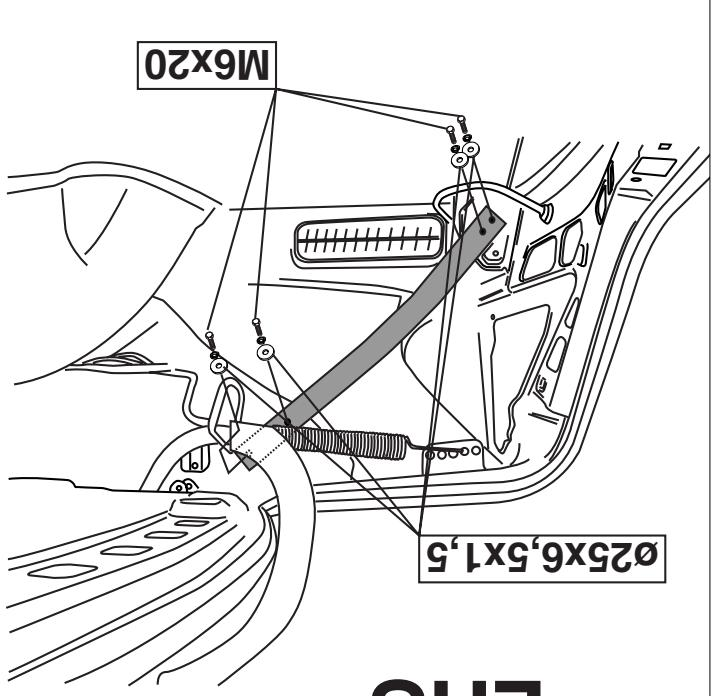

Fig. 1
3. Monteer de steunen G en H. Zie fig. 1.
Als de meegeleverde verstevigingsbeugels, (zie fig. 1), niet passen dient men de originele verstevigingsbeugels LHS (A 211 639 01 43) en RHS (A 211 500 06 93) bij een Mercedes Benz filiaal te bestellen!
3. Fit supports G and H. See fig. 1.
wenn die mittiglieferteren Verschlusssägen (siehe Abb. 1) nicht pas-
- Die Halterungen G und H montieren. Siehe abb. 1.
- If the reinforcement brackets provided (see fig. 1) do not fit, you should order the original LHS (A 211 639 01 43) and RHS (A 211 500 06 93) reinforcement brackets from a Mercedes-Benz outlet.
3. Monter les supports G et H. Voir la fig. 1.
Si les fixations de renfort fournies (voir fig. 1) ne sont pas adaptées, il faudra commander les fixations de renfort d'origine LHS (A 211 639 01 43) et RHS (A 211 500 06 93) auprès d'un concessionnaire Mercedes Benz !
- Montér støtterne G og H. Se venstre fig. 1.
jeżeli zatrzymane ramiona wsparcia (patrz rys. 1) nie będą pasować, należy zamówić w firmie Mercedes-Benz oryginalne ramiona wsparcia LHS (A 211 693 01 43) i RHS (A 211 500